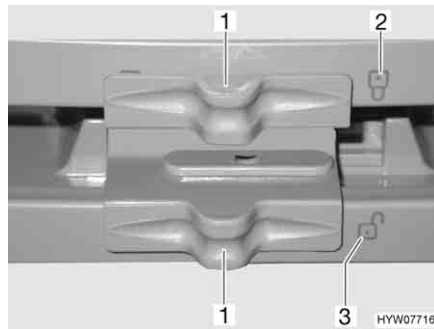

Fig. 197 Bloccaggio della porta del frigorifero/del vano congelatore (serie Dometic 7 con vano congelatore separato)
- Spingere il bloccaggio (Fig. 197,1) di lato in modo che la serratura aperta "🔓" (Fig. 197,3) sia visibile.
- Spingere il bloccaggio (Fig. 197,1) di lato in modo che la serratura aperta "🔓" (Fig. 197,2) sia visibile.